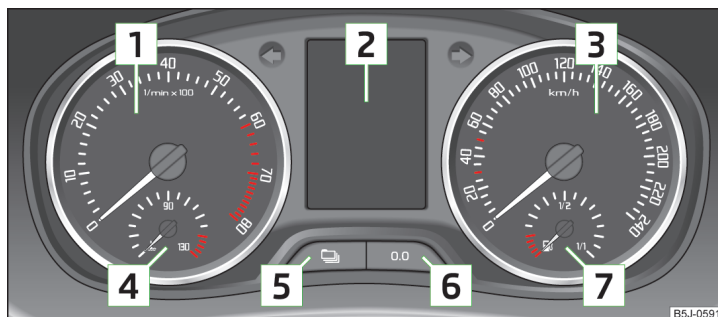

Fig. 19 Panoul de bord
Zona roșie de pe scala turometrului 1 » fig. 19 la pagina 28 marchează domeniul în care unitatea de comandă a motorului începe să limiteze turația motorului. Unitatea de comandă a motorului limitează turația motorului la o valoare limită sigură.
Afișajul temperaturii lichidului de răcire 4 » fig. 19 la pagina 28 funcționează numai când contactul motor este cuplat.
Indicatorul rezervei de combustibil 7 » fig. 19 la pagina 28 funcționează numai când contactul motor este pus.
Resetarea indicațiilor se poate face prin apăsarea tastei  » fig. 19 la pagina 28.
Ceasul se reglează de la tastele  și  » fig. 19 la pagina 28.
- ▶ Apăsați din nou tasta  » fig. 19 la pagina 28, până când clipește afișarea contorului de kilometraj » pagina 30.